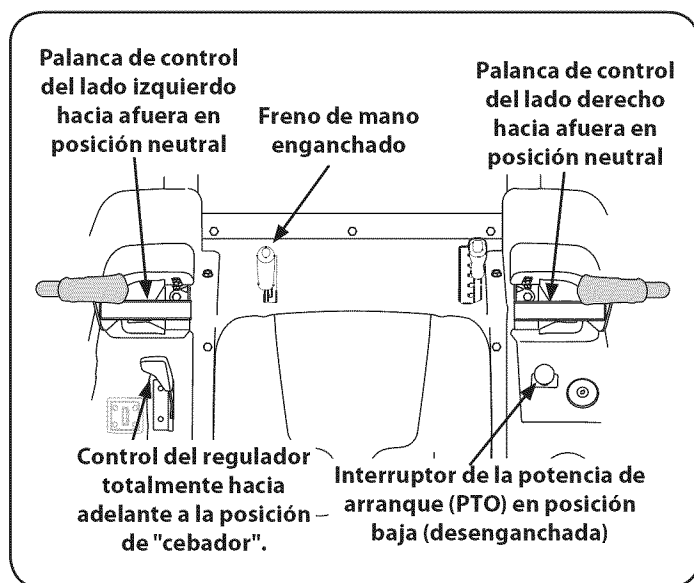

Figura 12
2. Coloque el freno de mano (D). Consulte la Figura 12.
3. Verifique que el interruptor de la potencia de arranque (PTO) se encuentre en posición desenganchada (abajo). Consulte la Figura 12.